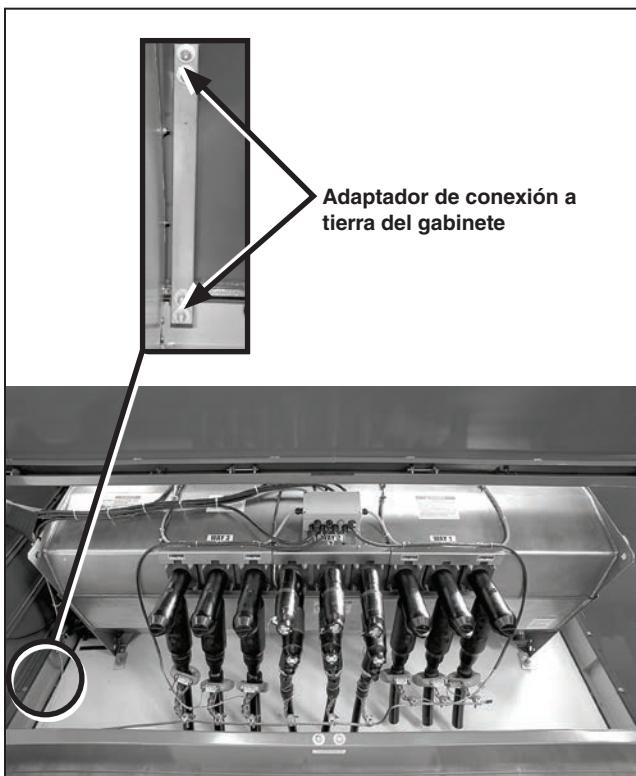
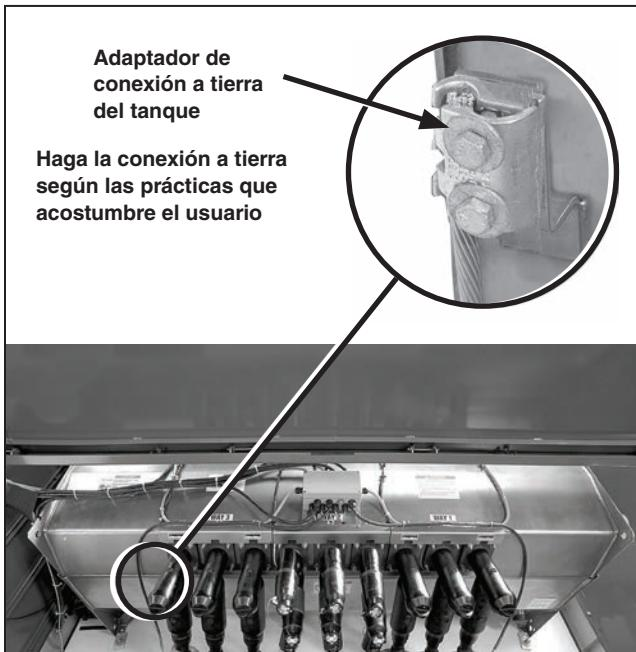
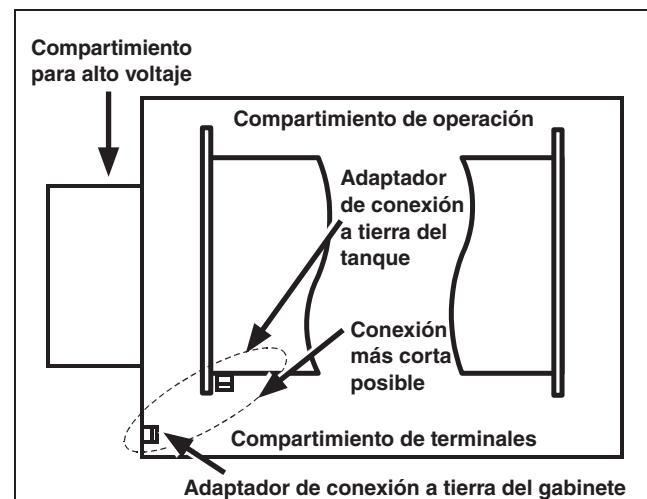

Figura 17. Orientación del adaptador de conexión a tierra del gabinete estilos pedestal.
Figura 18. Uso de zapata de conexión a tierra del gabinete para montaje en pedestal.
Figura 19. Adaptador de conexión a tierra del gabinete para pedestal.
- PASO 2.** Conecte el adaptador de conexión a tierra del tanque y el adaptador que está en el interior del gabinete a la instalación del sistema de tierras de acuerdo con las costumbres normales de conexión a tierra del usuario. Conecte el adaptador de conexión de tierra del tanque al del gabinete con la conexión más corta posible. Ver Figura 17, Figura 18, y la Figura 19 en la página 17.